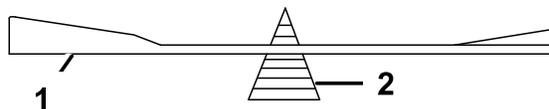

Figura 64
- Verifique el equilibrio de la cuchilla colocándola sobre un equilibrador de cuchillas (Figura 64).